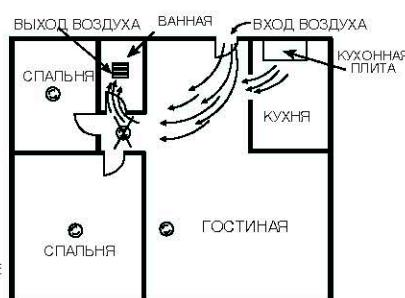

Рис. 10. Рекомендуемые места размещения детекторов для того, чтобы исключить влияние воздушных потоков с частицами продуктов сгорания
- Не устанавливайте детекторы дыма на пути потока свежего воздуха. Воздушные потоки на входе и выходе могут высасывать дым из детектора дыма, что приведет к снижению эффективности детектора. На рис. 10 показано правильное и неверное размещение детектора дыма в таких случаях.